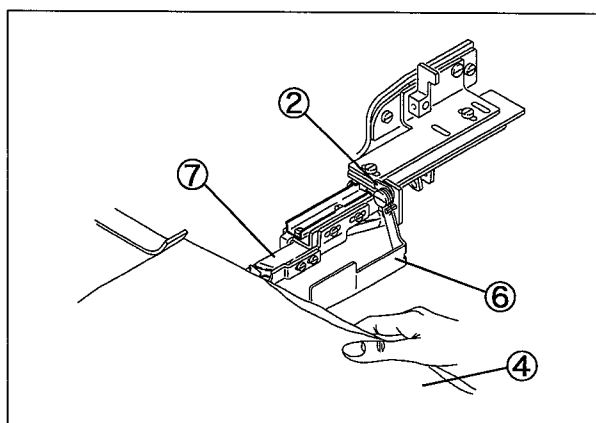

図16
- (3) 縫製する。(図16参照)
- 適当な長さのところでカールを取って上下の生地④をそろえて持ちます。
- そして縫製に合わせて、そのまま生地④に手を添えて行ってください。
- (4) 縫い終わり近くで吸込管を退避させる。